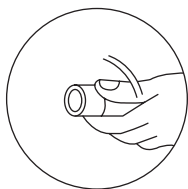

Fig. 4
- e. Pressionar os dedos sobre a fita, para que fique bem apertada. (Fig.4).